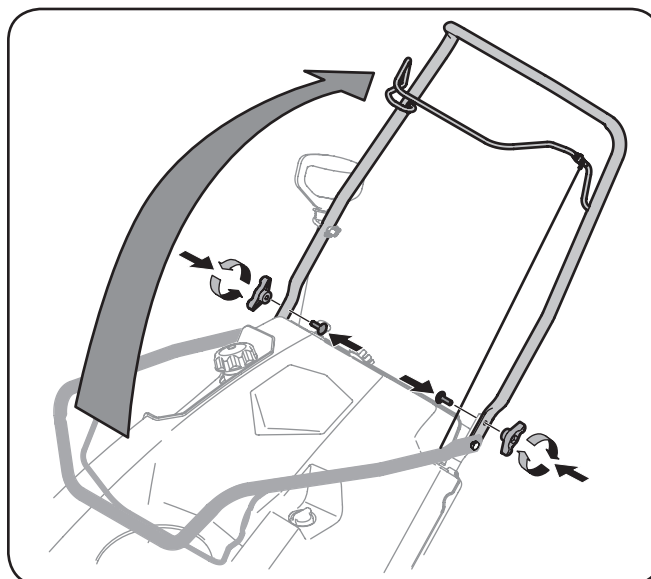

Figura 3-2
2. Gire la manija superior a la posición de funcionamiento. Asegúrese de no apretar los cables en el proceso. Vea la Figura 3-2.